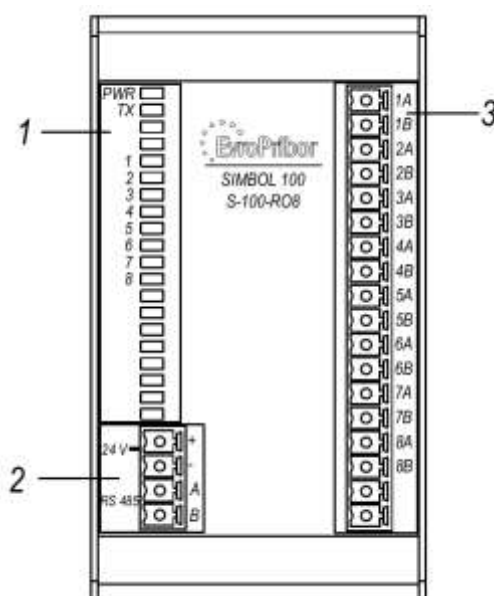

Рисунок 1.3 – Лицевая панель модуля релейных выходов S-100-RO8
1.4.6.1 На лицевой панели модуля находится светодиодная линейка, индицирующая состояние модуля (см. рисунок 1.3):